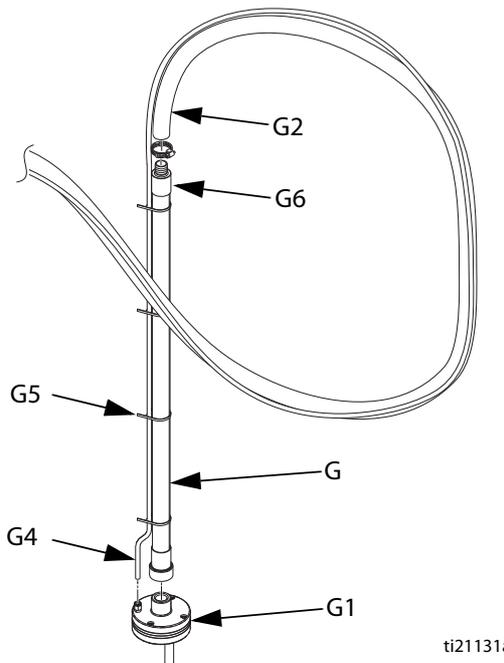

Рис. 8
6. Нанесите герметик для труб на резьбу, затем прикрепите стальную трубку (G) встряхивателя к головке (G1) встряхивателя. См. Рис. 8.
7. Прикрепите прозрачный шланг (G2) вакуум-пересасывающего устройства, наружный диаметр которого составляет 33 мм (1,3 дюйма), к стальной трубке (G) встряхивателя. Зафиксируйте шланг входящим в комплект зажимом. См. Рис. 8.
8. Проложите трубопровод (G4) для воздуха, наружный диаметр которого составляет 9,53 мм, вдоль прозрачного шланга (G2) вакуум-пересасывающего устройства диаметром 33 мм (1,3 дюйма). Зафиксируйте трубопровод в нескольких местах с помощью входящих в комплект стяжек (G5). См. Рис. 8.
**ПРИМЕЧАНИЕ.** Если на трубке (G) подачи накапливаются избыточные заряды статического электричества, установите на конец (G6) трубки необязательный комплект деталей для заземления трубки подачи. См. Рис. 8.